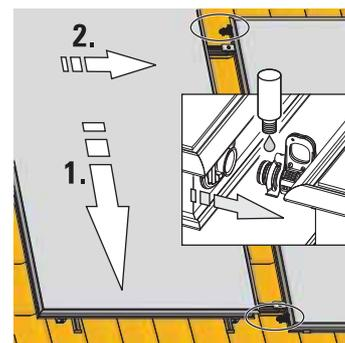

Figure 3-27 Positionnez le capteur suivant
6. Hissez le capteur solaire suivant (voir la section 3.4.4, Etape n° 2) sur les rails de montage et suspendez-le dans les crochets de sécurité en respectant l'écartement DES compensateurs (Figure 3-27).